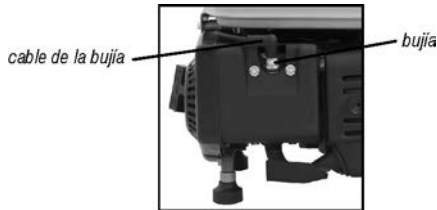

Fig. 14 – Retirando la bujía
- 4 – Con auxilio de una llave de bujía retire la bujía (fig. 14);